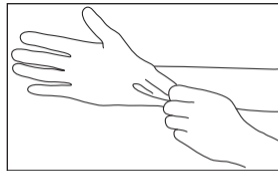

Abb. 6
1) Tragen Sie aus Sicherheitsgründen und zur Minimierung des Infektionsrisikos jederzeit Schutzhandschuhe, eine Maske und eine Schutzbrille (Abb. 6).